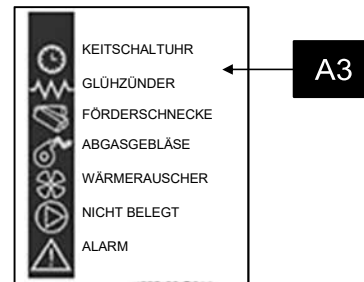

Abbildung 1
- STATUS (A3) **Siete 119 F-2, siet 134 Abbildung 1**
Abbildung 1 beschreibt die Bedeutung der Symbole links neben dem Display, die den Status vom Ofen anzeigen.
Die Aktivierung eine der Statusanzeigen links auf dem Display im Bereich "Status" zeigt an, dass die Vorrichtung, die vom Symbol angezeigt wird, aktiviert worden ist (**siet 134 Abbildung 1**).